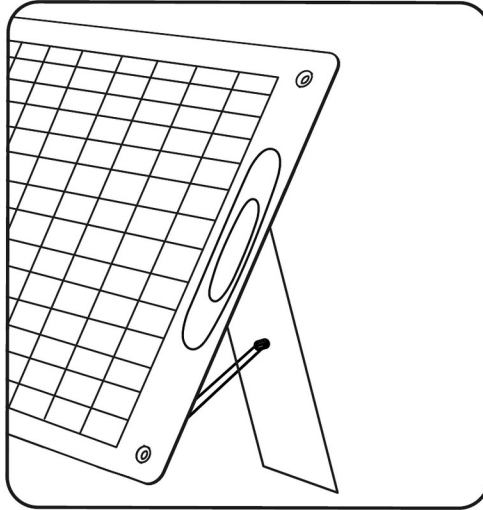

FIG. 3 — Ajuste da inclinação por meio do suporte traseiro
- 2) Ajuste a inclinação do painel com o suporte traseiro até que os raios solares incidam o mais perpendicularmente possível sobre os módulos (FIG. 3).